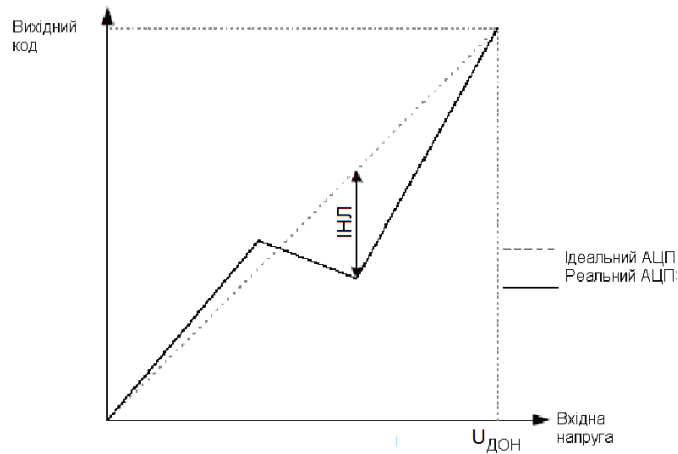

Рисунок 8.17 – Інтегральна нелінійність
3. Інтегральна нелінійність (ІНЛ) (рисунок 8.17). Після корегування зсуву й похибки підсилення ІНЛ являє собою максимальне відхилення реальної функції перетворення від ідеальної для будь-якого коду. Ідеальне значення ІНЛ = 0 мол. розр.